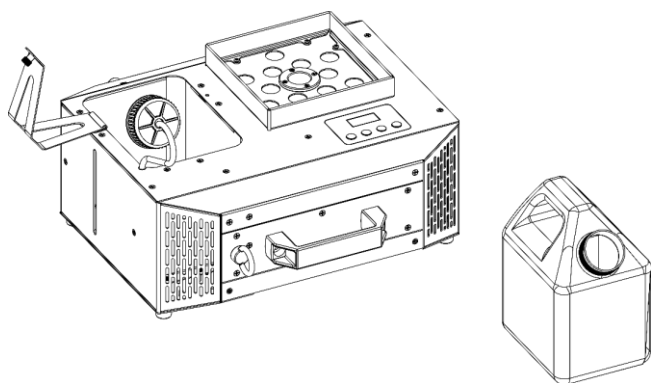

Fig. 32
- 06) Posizionare il **serbatoio del liquido (02)** su una superficie piana vicino al dispositivo, come mostrato nella Fig. 32.